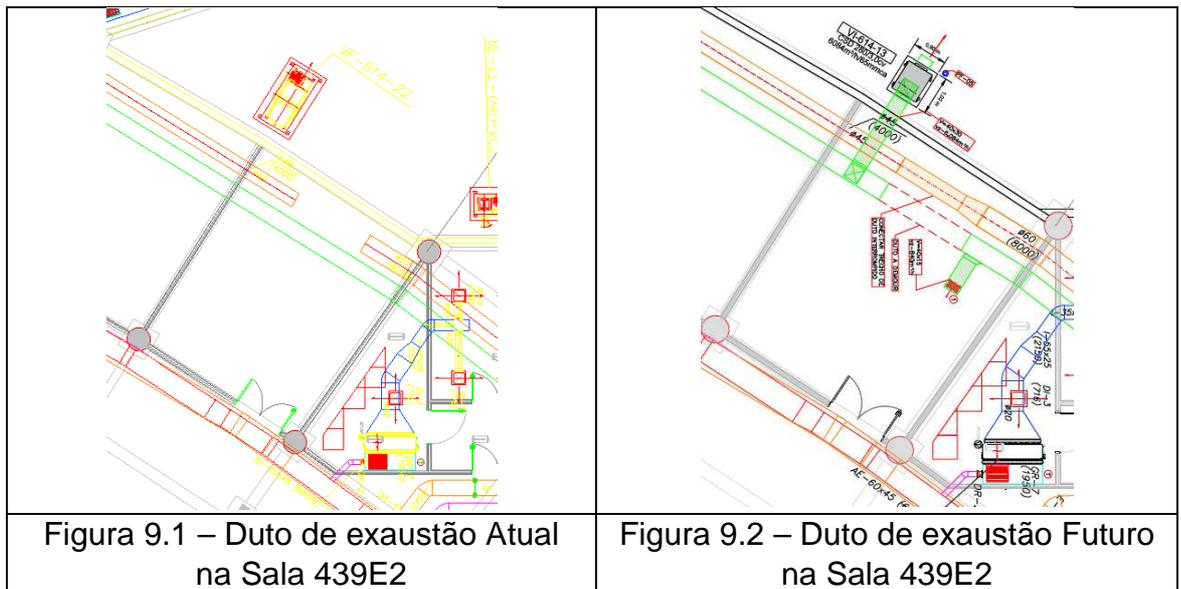

Figura 10 – Foto da sala 439E2 mostrando duto interrompido
3.15 Também deve ser incluído no escopo da instaladora as seguintes alterações na sala S9B3, mostrada na figura 10: